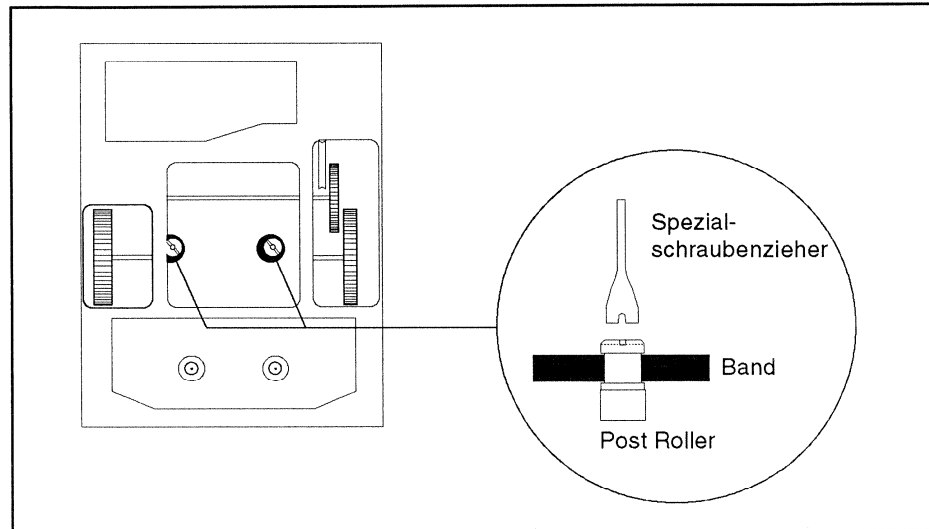
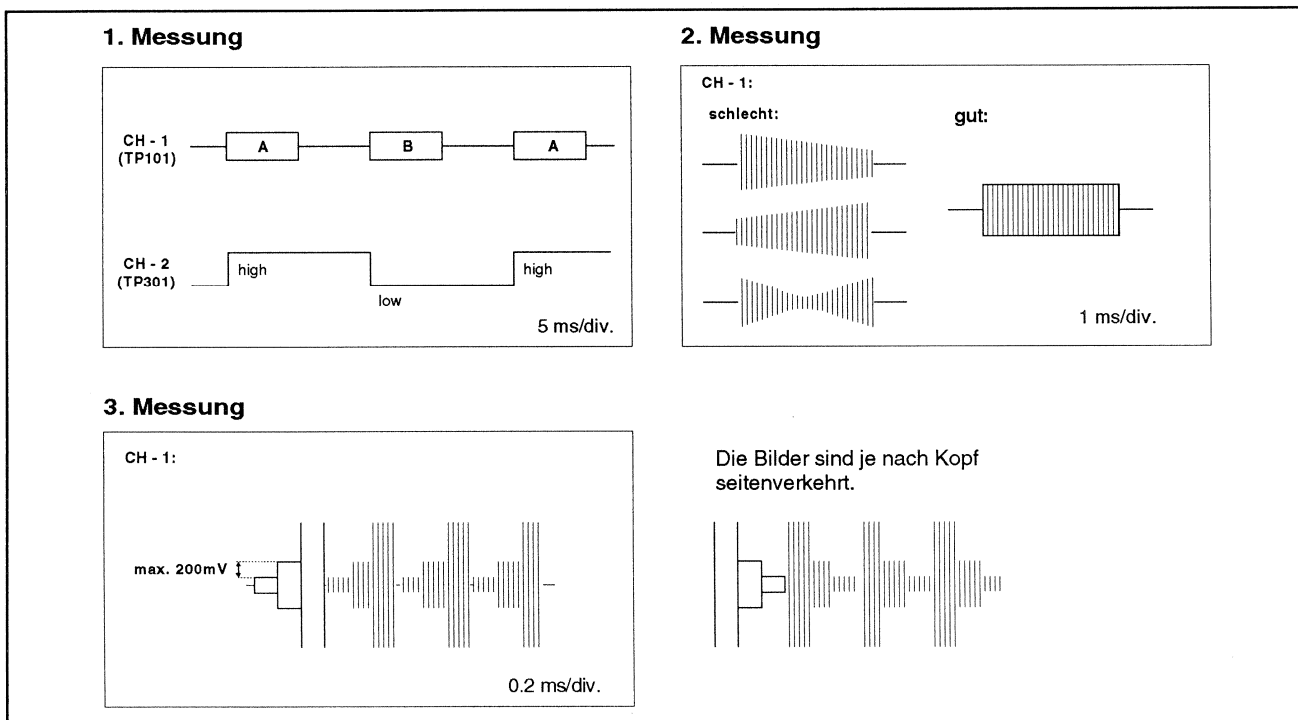

Fig. 4.5 Lage der Post Roller bei eingelegter Kassette.
Fig. 4.6 KO-Bilder bei Einstellung der Post Roller.
Das KO-Bild (Fig. 4.6) zeigt auf Kanal 1 die von den Tonköpfen A und B abgetasteten Signale. Die Abtastepause zwischen den Köpfen macht jeweils ein Viertel einer Kopfumdrehung aus. Im Kanal 2 erscheint ein Rechtecksignal. Eine hohe Amplitude korreliert zum Kanal 1 mit Kopf A, ein tiefer Wert mit Kopf B.
- Verstellen Sie mit dem Spezialschraubenzieher die Höhe der Post Roller (Fig. 4.5) soweit, bis eine gute Signalform erreicht ist (Fig. 4.6). Korrigieren Sie zunächst nur die Position des einen Post Rollers in beiden Richtungen. Merken Sie sich die Ausgangsstellung der Schraube. Falls kein gutes Rechtecksignal erreicht werden kann, verstellen Sie die andere Seite und erst zuletzt beide Post Roller gemeinsam. Nehmen Sie die Einstellungen in kleinen Schritten vor ( $\frac{1}{4}$ -Umdrehungen).